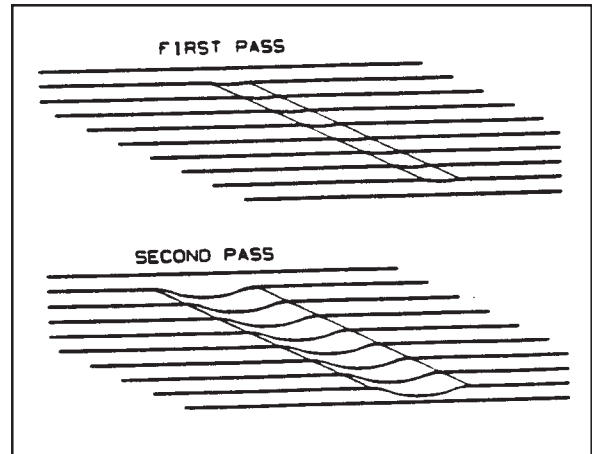

Figure 14
1. **MARQUES DE TAMBOUR**...sont provoquées lorsque l'opérateur abaisse le tambour sur le plancher sans déplacement. On enlève ces marques en ponçant à un angle de 45 degrés aux marques. Poncer la marque suivant le même parcours ne fera qu'augmenter la profondeur et la largeur de la marque. (voir figure 14).